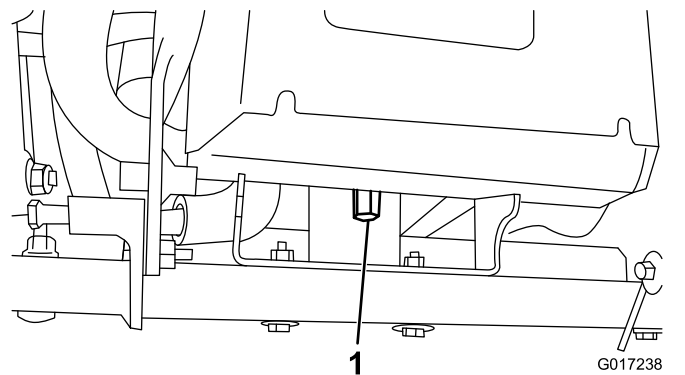

Figura 3
3. Rimuovete il dado lungo che fissa il retro della piattaforma della batteria al telaio della macchina (Figura 3).